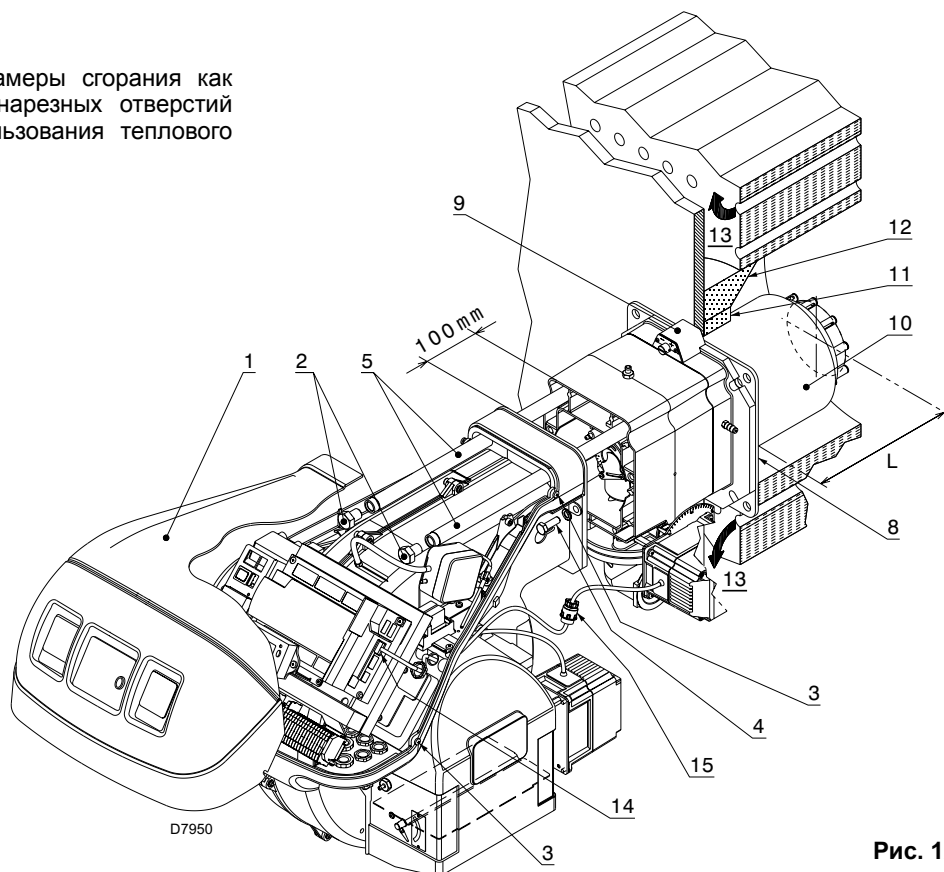

Рис. 12
Для котлов с передними оборотами дыма 13), или с камерой инверсии пламени выполните защитное приспособление из огнеупорного материала 11) между футеровкой котла 12) и форсунки 10). Защитное приспособление должно позволять вынимание форсунки. Смотри Рис. 12.
Отделить головку горения от остальной горелки, Рис. 12.
Выполнив эту операцию, прикрепите фланец 9)(Рис. 12) к пластине котла, используя изолирующий экран 8)(Рис. 12), входящий в поставку горелки.
- снова установить горелку на направляющие 3) примерно на 100 мм от муфты 4) - положение горелки указано на Рис. 12;
- подсоединить вилку серводвигателя 14)(Рис. 12) и закрутить кабельный зажим 15)(Рис. 12);